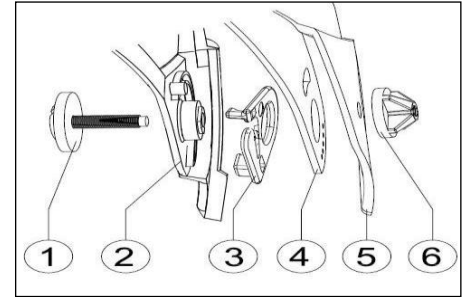

Abb. 1
1. Lösen Sie die Schrauben (Abb. 1, Pkt. 1 und 6) an den Seiten.
2. Nehmen Sie die Frontplatte (Abb. 1, Pkt. 5) heraus, achten Sie darauf, das Mittelteil von seiner Halterung zu entfernen.
3. Entfernen Sie das Visier (Abb. 1, Pkt. 4).
4. Entfernen Sie den Ein/Aus-Stopfen (Abb. 1, Pkt. 3).
5. Entfernen Sie den Teil des Helms (Abb. 1, Pkt. 2).
1. Positionieren Sie die Schraube in dem im Kopfstück befindlichen Spezialgehäuse (Abb. 1 Pkt.1)
2. Setzen Sie den Ein/Aus-Stopfen ein (Abb. 1 Pkt. 3)
3. Setzen Sie das Visier ein (Abb. 1 Pkt. 4)
4. Positionieren Sie die Frontplatte (Abb. 1 Pkt. 6)
5. Ziehen Sie die Schraube leicht an (Abb. 1 Pkt. 1 & 6)